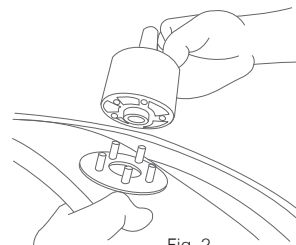

Fig. 2
STEP 2: Place the second plate (C) on ring base. Position ringbase center (A) on top of plate shown in fig. 2.
STEG 2: Plasser den andre platen (C) mellom topp treverk og svingcenter (A) vist på fig. 2.